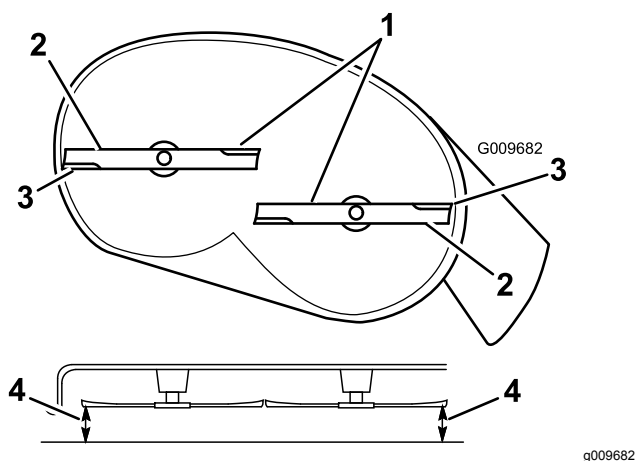

Figure 57
4. Faites pivoter les lames avec précaution pour qu'elles soient toutes parallèles (Figure 57).
5. Mesurez la distance entre les tranchants extérieurs et le sol plat (Figure 57).